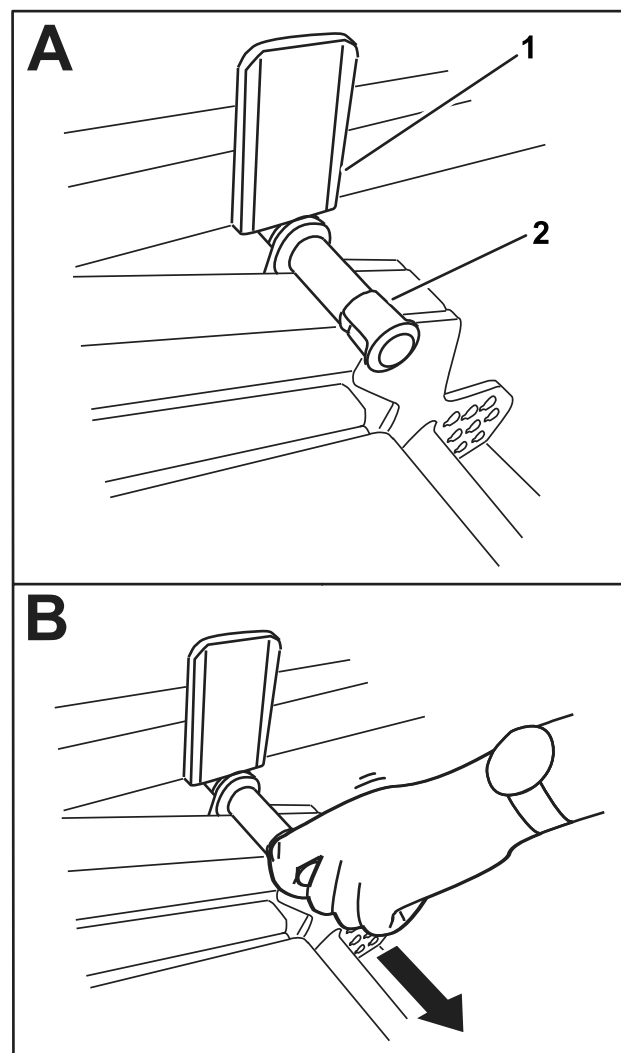

図 42
2. ピンが昇降アームプレートに当たるまでカッティングユニットをゆっくりと降ろす 図 42。
3. 足でカッティングユニットを下げ、ピン 図 42 を引き抜くと、カッティングユニットは移動走行位となる。